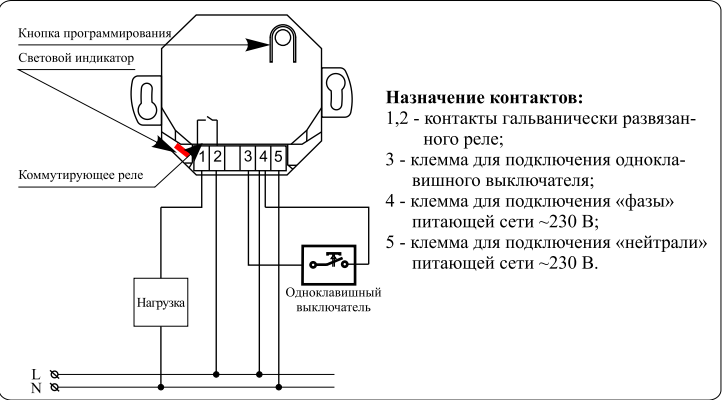

Рисунок 1 Типовая схема подключения Intro II 8522 UPM и назначение контактов
Типовая схема подключения представлена на рисунке 1. Коммутирующее реле включено между контактами 1 и 2. Для возможности включения/выключения нагрузки необходимо подать «фазу» на контакт 2 (см. рисунок 1), а нагрузку включить между контактом 1 и «нейтралью».
- «нейтраль» подключается к контакту 5 (см. рисунок 1).